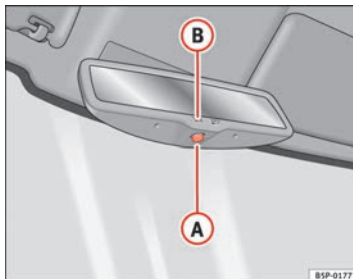

Fig. 67 Rétroviseur intérieur avec réglage automatique de position anti-éblouissement.
- Appuyez sur la touche (A) ⇒ fig. 67. Le témoin (B) s'éteint.
- Appuyez sur la touche (A) ⇒ fig. 67. Le témoin s'allume.